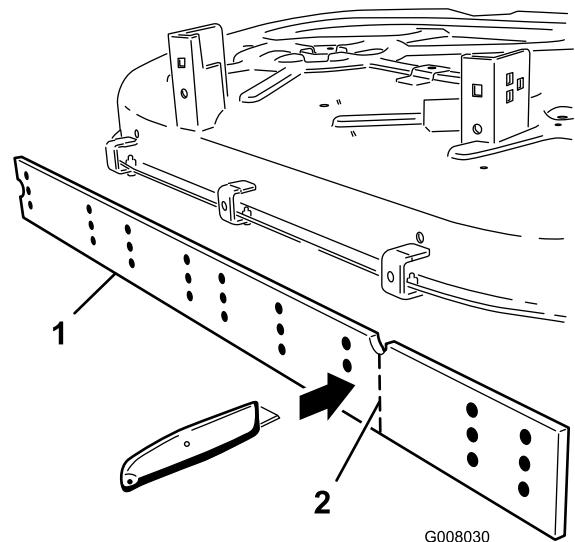

Figura 3
4. Corte la rasqueta por la muesca, según se indica, con una herramienta apropiada, como por ejemplo tijeras para chapa o un cúter. Tenga cuidado al cortar, ya que se trata de un material duro (Figura 3).